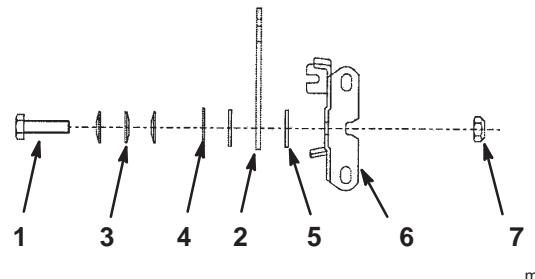

Bild 60
3. Ziehen Sie die Mutter und die Schraube fest. Kontrollieren Sie den Hebel und stellen die Spannung nach Bedarf ein (Bild 60).